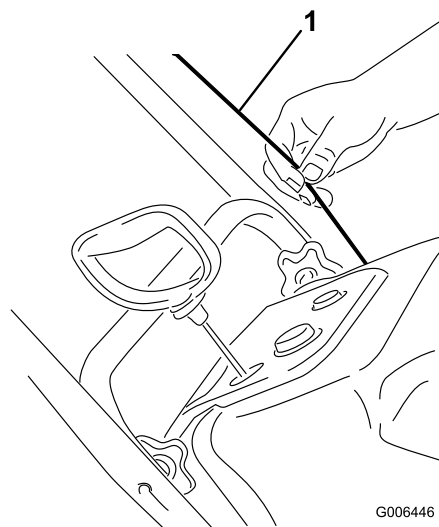

Figura 6
**Importante:** Non comprimete né attorcigliate il cavo di comando (Figura 6).